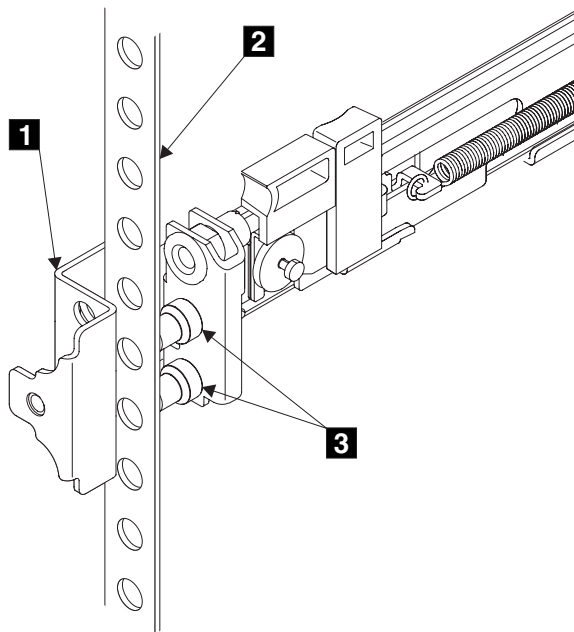

図 63. レールのフロントエンドの取り付け
6. 左レールの前面の端をラック・キャビネットにはめる。前面ブラケットの上端 **1** (図 63) が、ラック上の必要な EIA マーキングに合うように調整します。